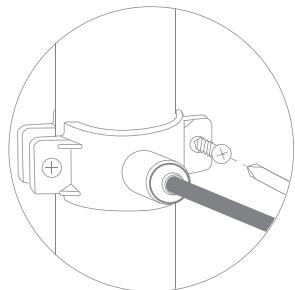

Рис. 14
22. Прочно закрепите хомут на дренажной линии с помощью винтов (рис. 14). Винты крепления необходимо затягивать равномерно (без перекоса), чтобы обе части хомута располагались параллельно.